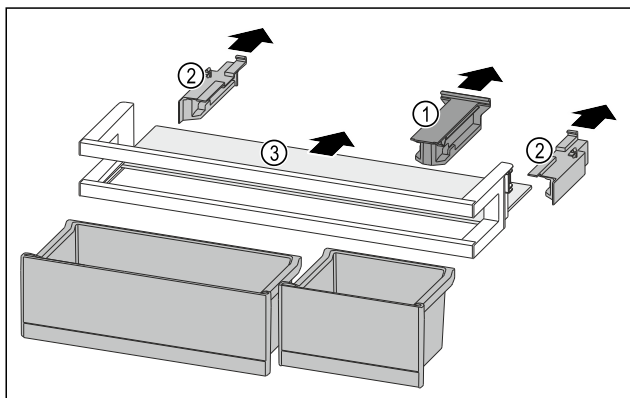

Fig. 173
- ▶ Halteteil Fig. 173 (1) abziehen.
- ▶ Seitenteile Fig. 173 (2) abziehen.
- ▶ Abstellfläche Fig. 173 (3) entnehmen.